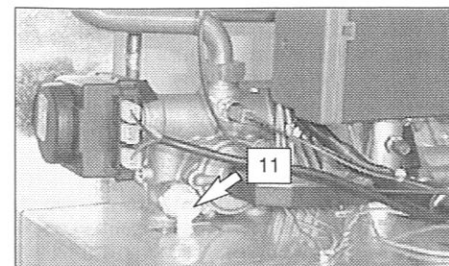

fig. 7.2
- 2 Allentare i rubinetti di svuotamento caldaia (11 in fig. 7.2).